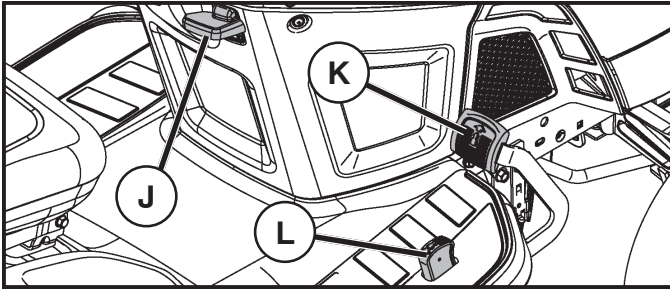

Fig. 20
## POUR AVANCER ET POUR RECULER (Voir la Fig. 20)
## COMMENT UTILISER LE RÉGULATEUR DE VITESSE (J) (Voir la Fig. 20)